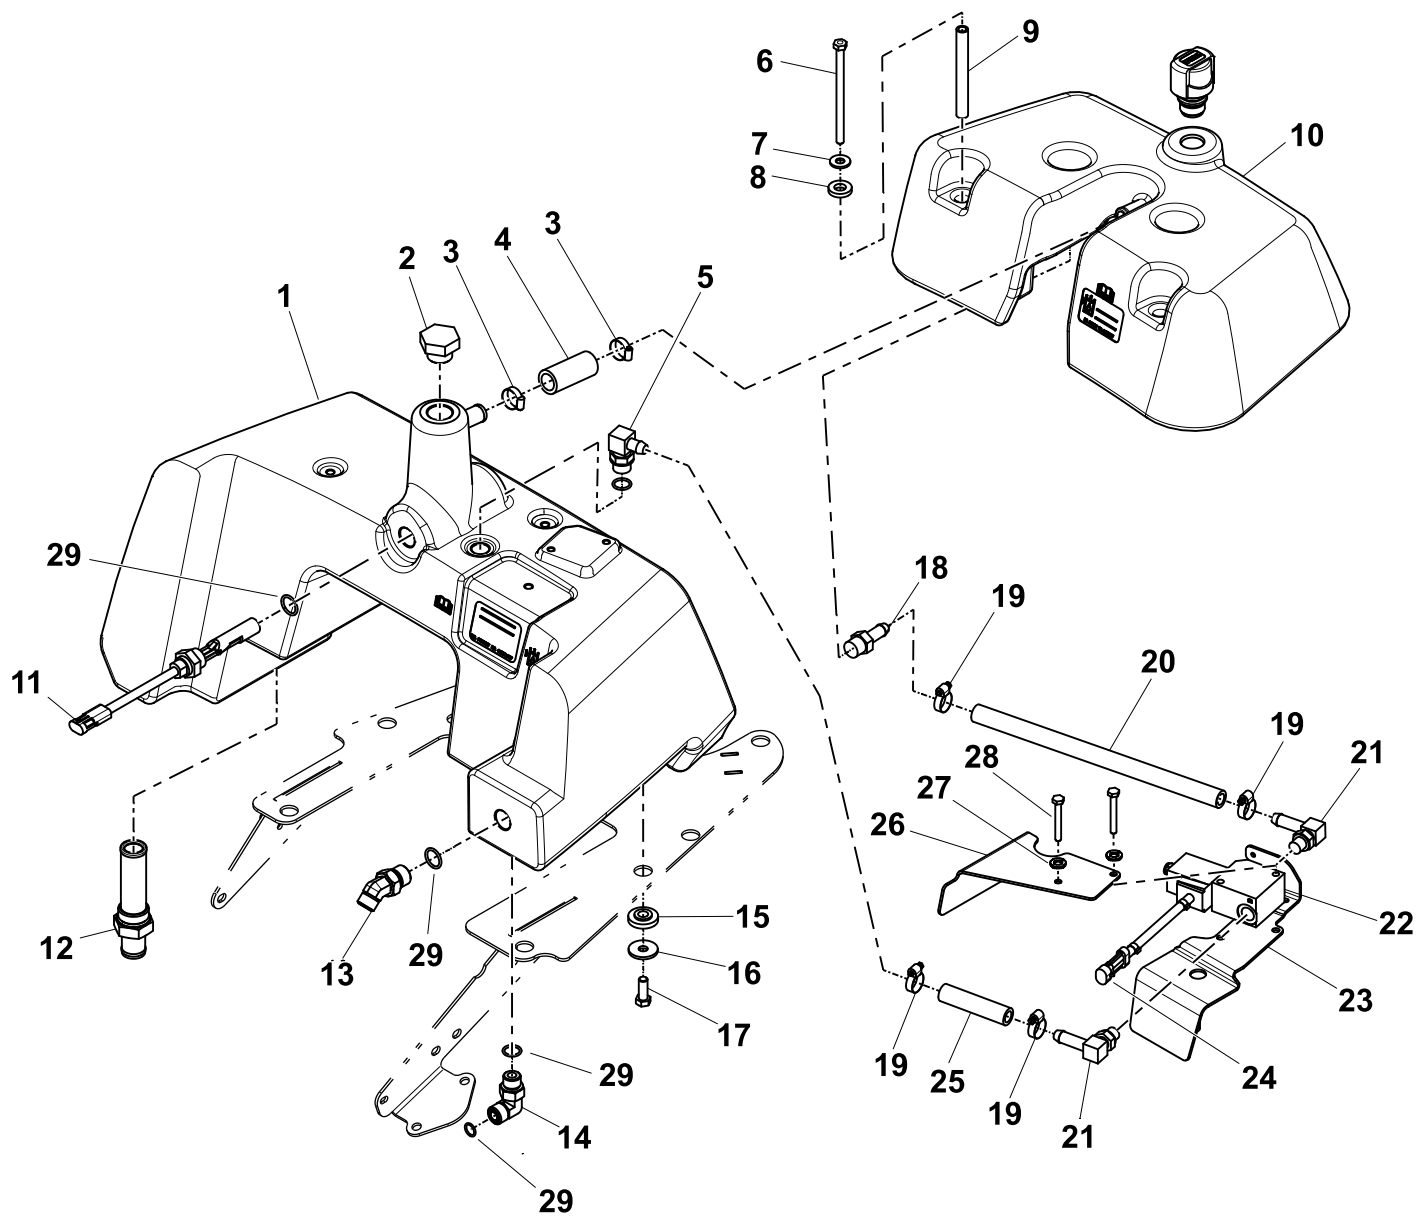
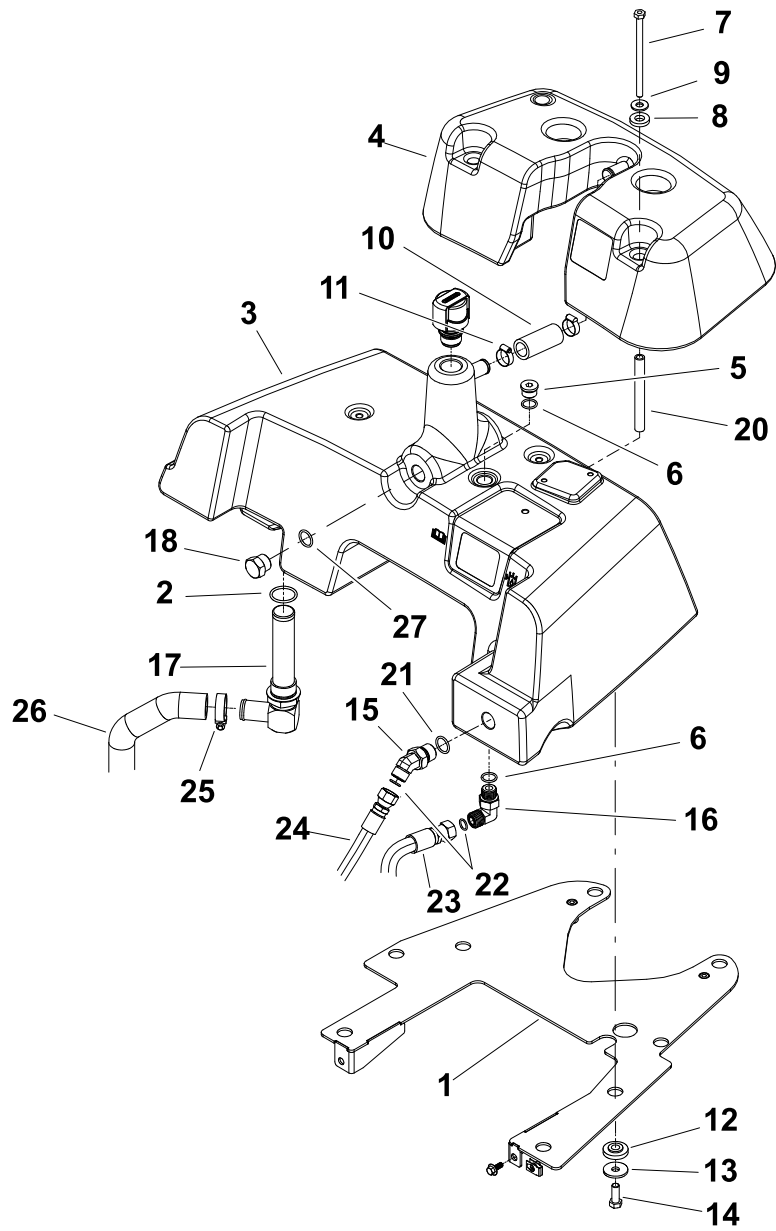

图3
图4
- 注意：** 对于油位传感器和螺线圈的位置，请参阅卸掉泄漏检测油箱（页码 3）中的图3。
请参阅图3，了解此程序。
请参阅图4，了解此程序。
请参阅图3 或图4，了解此程序。